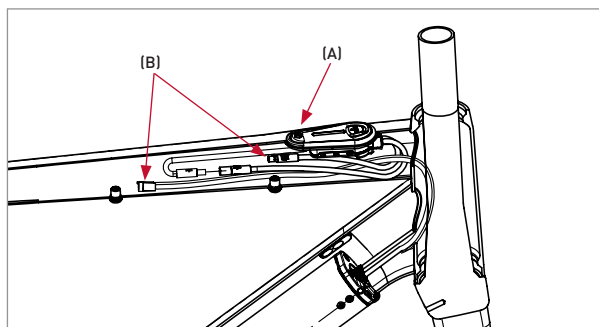

Figure 12
6. À l'aide de la clé hexagonale de 2 mm, retirez la vis de l'unité de commande (A) (figure 12).
7. Retirez l'unité de commande (A) du tube supérieur pour exposer le branchement du câble de la batterie, puis débranchez les fiches du câble de la batterie (B) (figure 12). Si votre vélo à assistance électrique est équipé d'un système de télécommande, la fiche du câble peut rester branchée dans la deuxième fiche de l'unité de commande. Si vous avez installé un éclairage, débranchez la fiche du câble de la batterie reliée à la fiche du faisceau de câblage de l'éclairage.